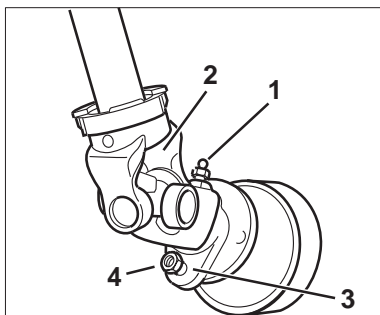

Fig. 5.4a
- Schmiernippel (Fig. 5.4a/1) lösen und Gelenkwelle (Fig. 5.4a/2) aufstecken.
- Anschlußgabel (Fig. 5.4a/3) mit Abscherschraube (Fig. 5.4a/4) befestigen.
- Schmiernippel (Fig. 5.4a/1) eindrehen.